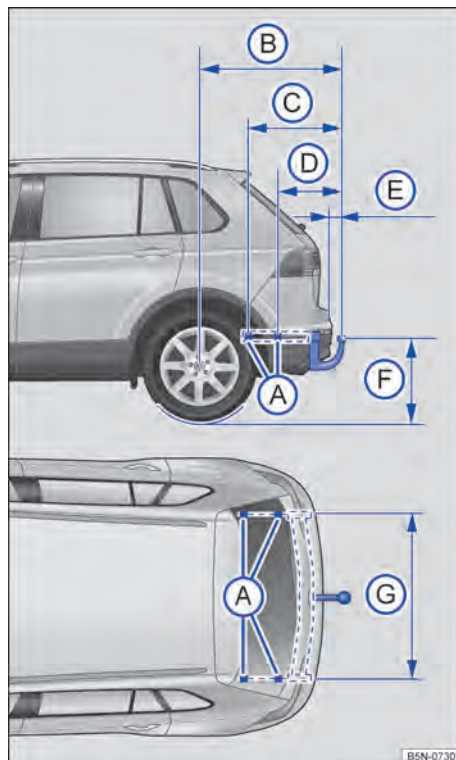

Fig. 201 Cotas y puntos de fijación para el montaje posterior de un dispositivo de remolque.
Si se monta posteriormente un dispositivo de remolque, habrá que tener siempre en cuenta las cotas de distancia → fig. 201. La distancia entre el centro de la bola del enganche y la calzada (F) deberá ser siempre superior a la mínima indicada. Esto rige también con el vehículo a plena carga, incluyendo la carga vertical máxima sobre el acoplamiento.